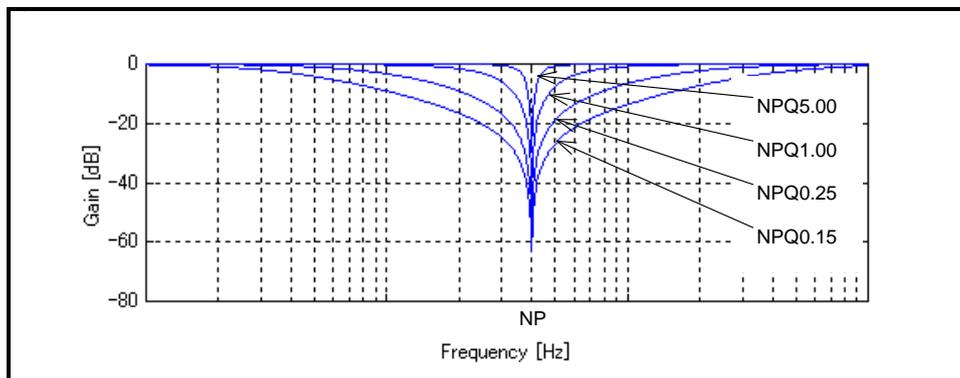

図 8-12 : ノッチフィルタの特性
- 「図 8-12 : ノッチフィルタの特性」にノッチフィルタのパラメータ NPQ・NSQ : ノッチフィルタ Q パラメータ によるノッチフィルタの特性変化を示します。